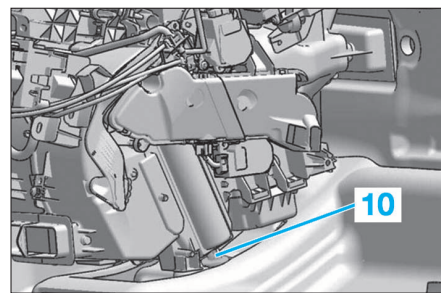

FIG. 31
- Désaccoupler les conduites de réfrigération (9) avec le caoutchouc (8) perpendiculairement au détendeur de réfrigération.
- la vis (6).
- la plaquette de maintien (7).
- le caoutchouc d'étanchéité (5).
- la vis (4) et sa rondelle.
- Dans l'habitacle, à droite du boîtier de chauffage, désaccoupler et écarter le tuyau (10) (Fig.31).